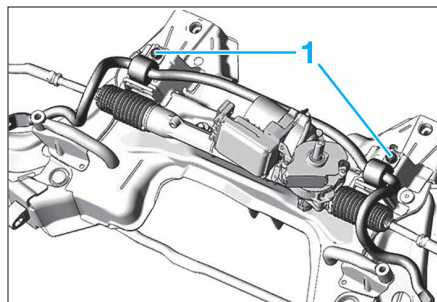

FIG. 16
- Déposer le berceau AV (14).
- Déposer les vis (1) et l'ensemble barre stabilisatrice et paliers (Fig.16).